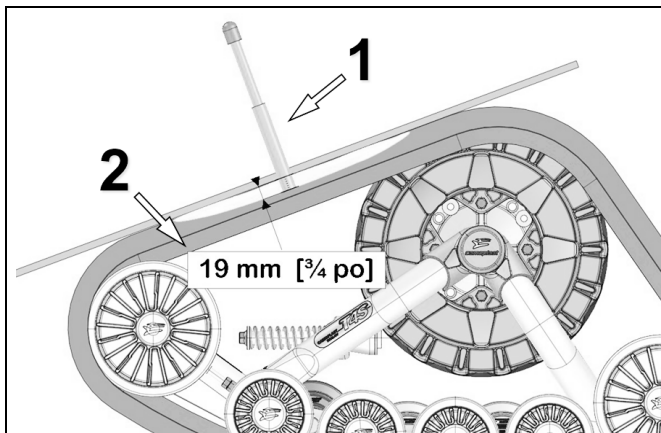

Figure 26
Le tableau suivant indique la force (1) appliquée et la flèche (2) qui doit se produire pour ajuster adéquatement la tension des chenilles. Voir la Figure 26 :